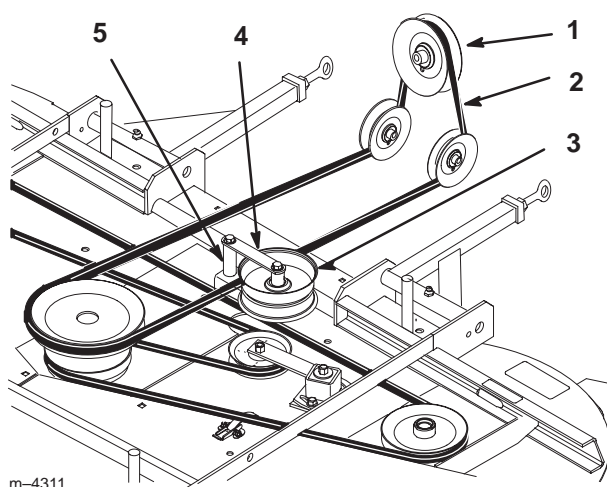

Figure 66
3. Déposez la courroie d'entraînement de PDF de l'embrayage, des poulies de tension arrière et de la poulie centrale supérieure du plateau de coupe (Fig. 66).
4. Retirez le boulon, l'écrou, la rondelle et l'entretoise de l'ensemble support de poulie de tension. Retirez la courroie de l'ensemble support (Fig. 66).
6. Placez la courroie dans l'ensemble support de poulie de tension. Remettez le boulon, l'écrou, la rondelle et l'entretoise dans l'ensemble (Fig. 66).